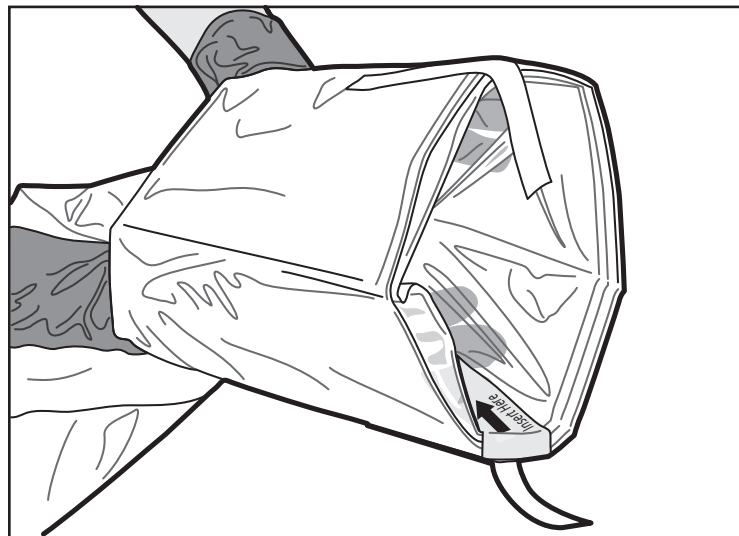

Figure 3. Ouverture de la poche
4. L'opérateur à l'intérieur du champ stérile introduit ses mains dans les replis internes de la poche, de manière à ouvrir celle-ci pour la mise en place de l'unité d'entraînement à moteur MDU5 PLUS par l'opérateur se trouvant hors du champ stérile. L'étiquette « Insert Here » (Insérer ici) peut être utilisée pour localiser facilement l'ouverture de la poche (figure 3).